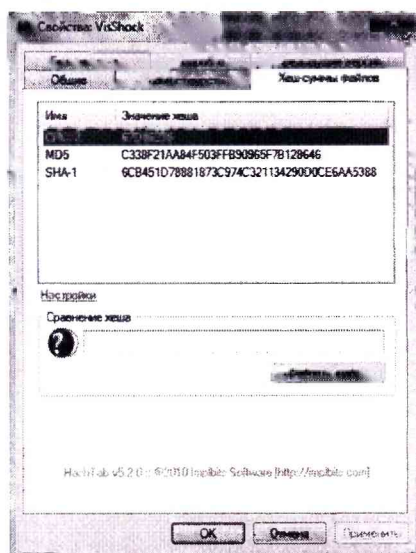

Рисунок 8
- 4) во вкладке «Подробно» напротив строки «Описание файла» зафиксировать идентификационное наименование ПО, а напротив строки «Версия файла» зафиксировать цифровой код версии (рисунок 8).